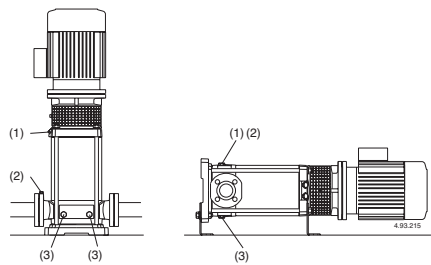

Abb. 4 (1) Auffüllung und Entlüftung:
Bei Installation der Pumpe über dem Wasserspiegel (Saugbetrieb, **Abb. 3A**) oder mit zur Öffnung des Rückschlagventils ungenügender Zulaufhöhe (weniger als 1 m) sind Saugleitung und Pumpe durch den Entlüftungsanschluß (1) zu füllen (**Abb. 4**). Zur Vereinfachung der Auffüllung wird ein Gummirohr (oder ein Rohrkrümmer) und ein Trichter verwendet.
(2) Entlüftung Saugleitung
(3) Entleerung
Wenn der **Wasserspiegel auf der Saugseite oberhalb der Pumpe** ist (Zulaufbetrieb, **Abb. 3B**) Absperrschieber in der Zulaufleitung langsam und vollständig öffnen um die Pumpe zu füllen. Dabei Schieber in der Druckleitung und die Entlüftungsöffnungen (1) (2) (**Abb. 4**) öffnen, damit die Luft entweichen kann.
Entlüftungsöffnungen (1) (2) schließen (**Abb. 4**). Bei MXV-B, MXV(L) 25-32-40 und MXV(L)4 25-32-40, die Nadelsschraube (14.17) in der Entleerungs-Verschußschraube (14.12) (**Abb. 4b**) anziehen und die Entlüftungsbohrung (14.04) schließen. Die Pumpe mit geschlossenem Druckleitungs-Absperrschieber und mit vollständig geöffnetem Zulauf- bzw. Saugleitungs-Absperrschieber starten. Sofort danach langsam den Druckleitungs-Schieber öffnen und den Betriebspunkt innerhalb der auf dem Typenschild angegebenen Grenzwerte einstellen.
auf Dichtheit zu überprüfen und sind der Entlüftungs-(2) und die Entleerungs-Verschußschrauben (3) auf der Saugseite anzuziehen (**Abb. 4**).
Die Pumpe sollte wie im Fall von zeitweiser Förderung von verschmutzten Flüssigkeiten im Anschluß kurz mit sauberem Wasser durchgespült werden, um Ablagerungen zu beseitigen. Oder es ist nach der Entleerung eine Wäsche vorzunehmen, indem sauberes Wasser (wenigstens 40 Liter) in die Auffüllöffnung (1) Druckseite gegeben wird und aus der Entleerungsöffnung (3) Saugseite austritt (**Abb. 4**). **Wird die Pumpe nicht eingesetzt, so muß sie bei Frostgefahr vollständig entleert werden..**
Vor der Demontage die Absperrorgane in der Zulauf- bzw. Saug- und der Druckleitung schließen und das Pumpengehäuse entleeren (Abb. 4).